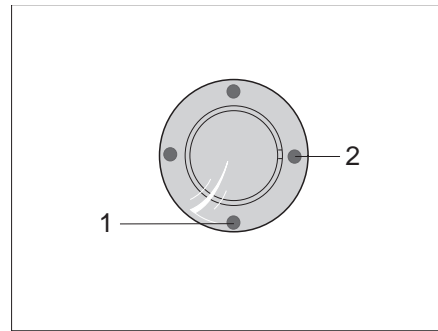
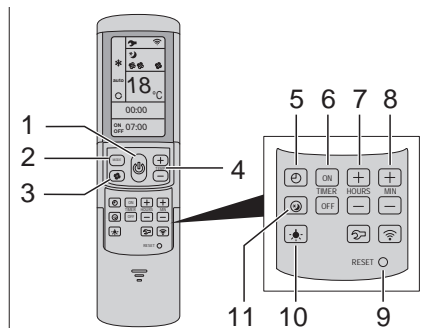

Bild 123 IR-mottagare/funktionsindikering
Bild 124 Fjärrstyrning
Klimatanläggningen är monterad på fordonets tak. Fjärrstyrningen (Bild 124) för klimatanläggningen finns i köket.
- Klimatanläggningen är driftklar. Den blåa lysdioden (Bild 123,1) lyser.
- Tryck på knappen (Bild 124,1) på fjärrstyrningen för att slå på. Den blåa lysdioden (Bild 123,1) blinkar.
- Ställ in önskat driftläge med knappen MODE (Bild 124,2).
- Ställ vid behov in önskat fläktsteg med knappen (Bild 124,3) och rumstemperaturen med knapparna (Bild 124,4).
Nås den inställda temperaturen på fjärrstyrningen slocknar den blåa lysdioden (Bild 123,1), kompressorn stängs av och cirkulationsfläkten körs vidare.
- Tryck på knappen (Bild 124,1) på fjärrstyrningen igen.
- Slå på med knappen (Bild 124,1) på fjärrstyrningen för programmering av klimatanläggningen.
- Ställ in önskat driftläge med knappen (Bild 124,2) och rumstemperaturen med knapparna (Bild 124,4).
- Välj önskad funktion med knapparna (Bild 124,6).
- Välj önskad kopplingstid (15 minuter till 24 timmar) med knapparna (Bild 124,7 och 8).
- Bekräfta inställningen med knapparna "ON" eller "OFF" (Bild 124,6).